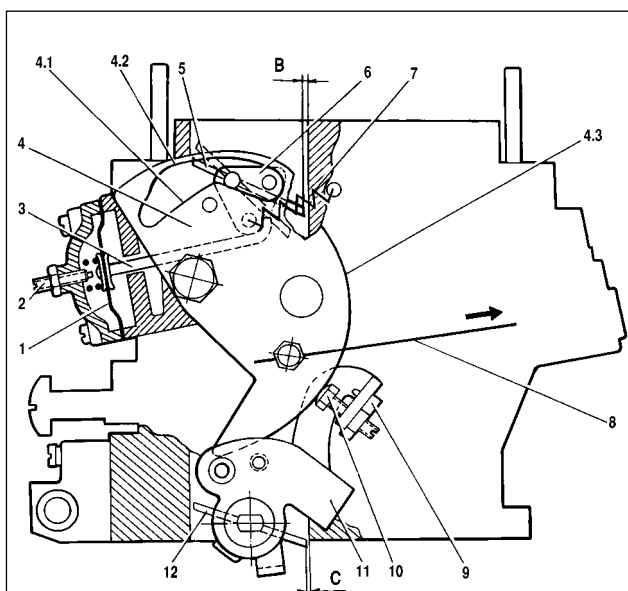

Fig. 2-86. Starter du carburateur:
*** Jeux d'ouverture partielle sont représentés sur la figure 2-86.
Le dispositif de démarrage. Le levier 4 (fig. 2-86) à trois profilés, sert à commander le papillon. Son bord extérieur 4.3 actionne sur le levier 11 de commande des papillons par la vis 10 et assure l'engagement du moteur à froid, ainsi que augmente la rotation du vilebrequin du moteur jusqu'à la fréquence nécessaire. Les profiles intérieurs 4.1 et 4.2 action-